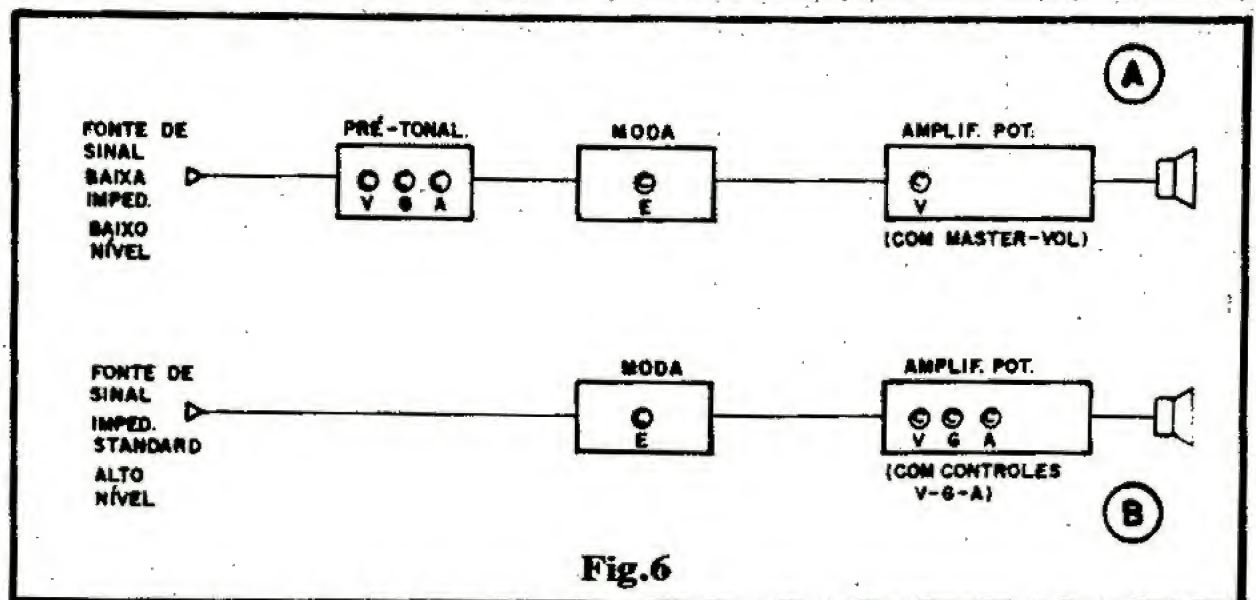

Fig.6
- **FIG. 6 - INSTALAÇÕES BÁSICAS** - As características de impedância mais ou menos "standardizadas" do MODA-CRE-2, tanto em sua Entrada quanto em sua Saída, permitem o seu fácil acoplamento em qualquer sistema de som já existente, normalmente requerendo apenas a "intercalação" entre a fonte de sinal/pré-amplificador e o amplificador de Potência... É sempre bom, porém, para se obter o máximo, "casar" da melhor maneira possível o conjunto. Vejamos: (6-A) Se a fonte de sinal apresentar baixa impedância e baixo nível, convém preceder o MODA-CRE-2 por um módulo tipo "pré-tonal" (pré-amplificador conjugado com circuitos equalizadores de tom ativos), caso em que o amplificador final, ligado à Saída do MODA-CRE-2 pode apresentar, como único controle, um knob para volume-master... (6-B) Já se a fonte de sinal apresenta impedância standard (entre 10K e 100K) e bom nível de sinal (tape-decks, sintonizadores, teclados eletrônicos, etc.), pode ser ligada diretamente à Entrada do
fig. 6-A, dependendo dos ajustes feitos no módulo pré-tonal, pode tornar-se necessária uma alteração no ajuste do dito trim-pot, de modo a novamente posicionar os níveis internos de sinal, em função da sua componente C.C., para correta manipulação pelo BBD...